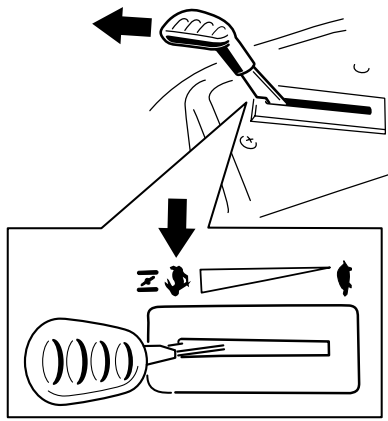

Figura 19
**Nota:** Engate sempre as lâminas com o acelerador na POSIÇÃO Rápida (Figura 19).